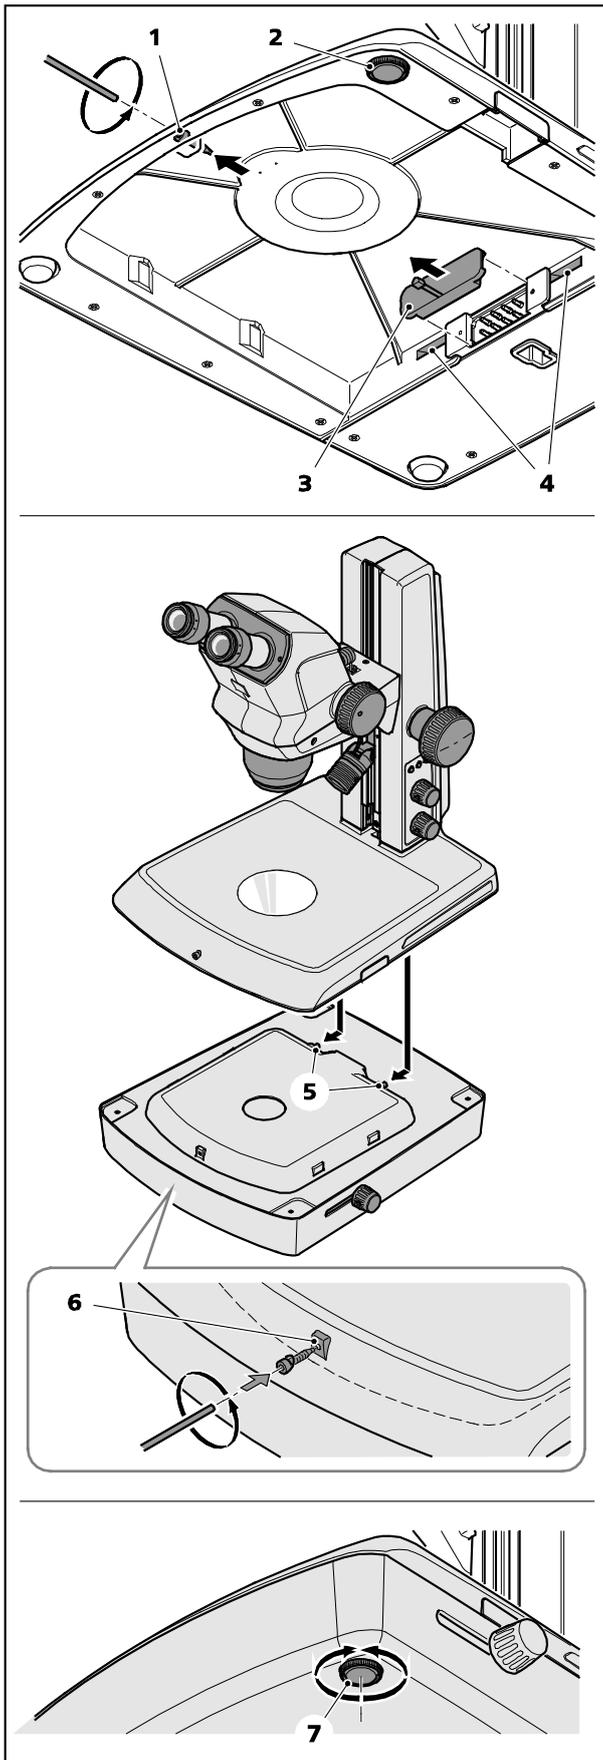

Figure 3 Montage de l'unité de lumière transmise M LED
- Dévisser la vis à six pans creux SW 3 (Figure 3/1) à l'avant du statif et la mettre de côté.
- Visser complètement le pied du statif réglable en hauteur (Figure 3/2).
- Retirer le cache (Figure 3/3).
- Placer avec précaution le statif par l'arrière sur l'unité de lumière transmise et le pousser vers l'avant jusqu'à ce que la plaque du statif et le boîtier de lumière transmise soient alignés. Les deux saillies (Figure 3/5) doivent s'imbriquer dans les logements (Figure 3/4).
- Visser la vis à six pans creux SW 3 dans le trou taraudé (Figure 3/6) de l'unité de lumière transmise et la serrer à la main.
- Poser de nouveau le statif à la verticale et ajuster éventuellement le pied à hauteur réglable dans l'unité de lumière transmise (Figure 3/7) de sorte qu'il ne puisse pas basculer.